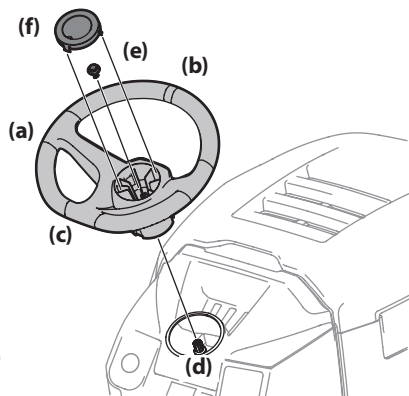

Figure 9
1. Placez les roues de l'appareil de sorte qu'elles pointent vers l'avant, puis placez le volant de direction (a) sur l'arbre de direction (d) en vous assurant que la ligne au milieu (b) du volant (a) pointe vers l'avant et que la partie plate du volant (c) soit face vers le siège. Voir Figure 9.
2. Fixez le volant de direction (a) avec le boulon hexagonal (e) qui se trouve sous le capuchon (f). Serrez le boulon à un couple de 24,4-29,8 N m (18 à 22 pi-lb). Voir Figure 9.
3. Placez le couvercle du volant de direction (f) au centre du volant de direction (a) et poussez-le jusqu'à ce qu'il s'enclenche. Voir Figure 9.
NOTE : Un enduit frein est appliqué sur le boulon (e) qui fixe le volant de direction (a). Si vous retirez le boulon, il est recommandé d'appliquer de l'enduit frein ou de remplacer le boulon (a). Voir Figure 9.